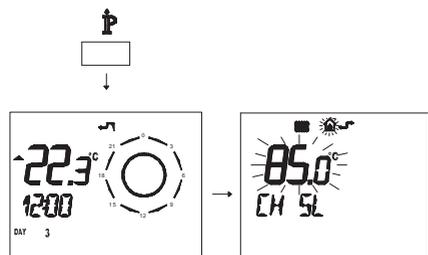

Figura 5.76
- Premere per più di 3 secondi il pulsante **IP** per entrare in modalità **INFO** (Figura 5.76).